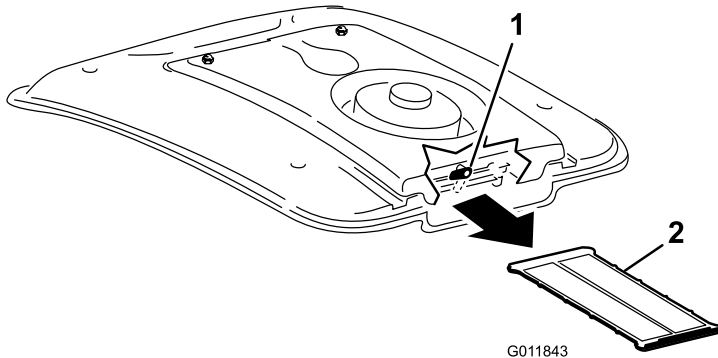

Figura 92
2. En la parte trasera del soporte del ventilador, gire el cierre a un lado (Figura 92).
3. Retire el filtro del aire acondicionado de debajo del serpentín del aire acondicionado (Figura 92).
4. Limpie la rejilla a fondo con aire comprimido (Figura 92).